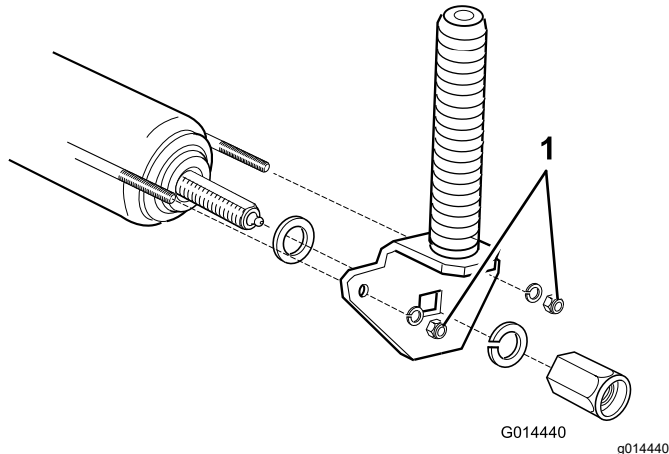

Figura 83
2. Apriete las tuercas con 4 giros completos para añadir la tensión correcta al alambre (Figura 83).